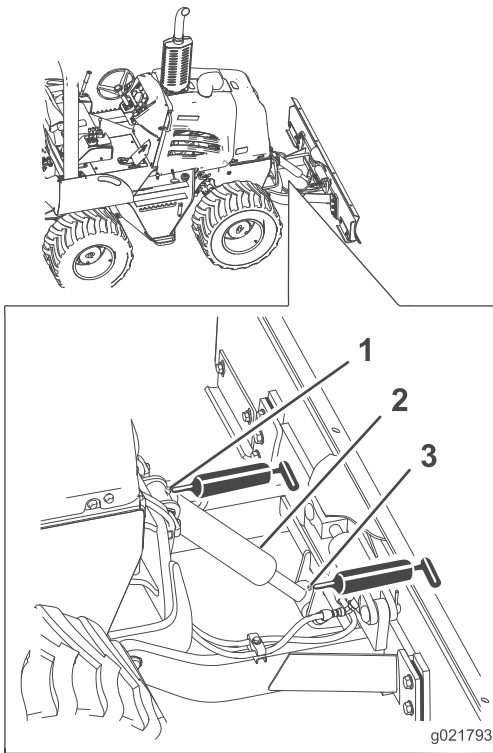

Figure 35
2. Raccordez la pompe à graisse aux graisseurs supérieur et inférieur du vérin de levage et injectez 3 jets de graisse dans chaque graisseur (Figure 35).